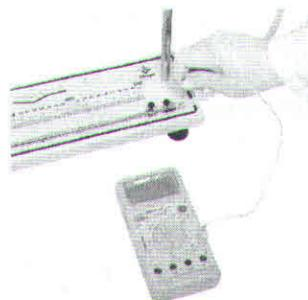

Figura 11
- **O ponto 2:** Caso você possua um segundo medidor digital de temperatura, coloque o segundo termopar no pequeno orifício localizado no conjunto com conexão rápida (6) por onde se introduz a mangueira - **Figura 11.**